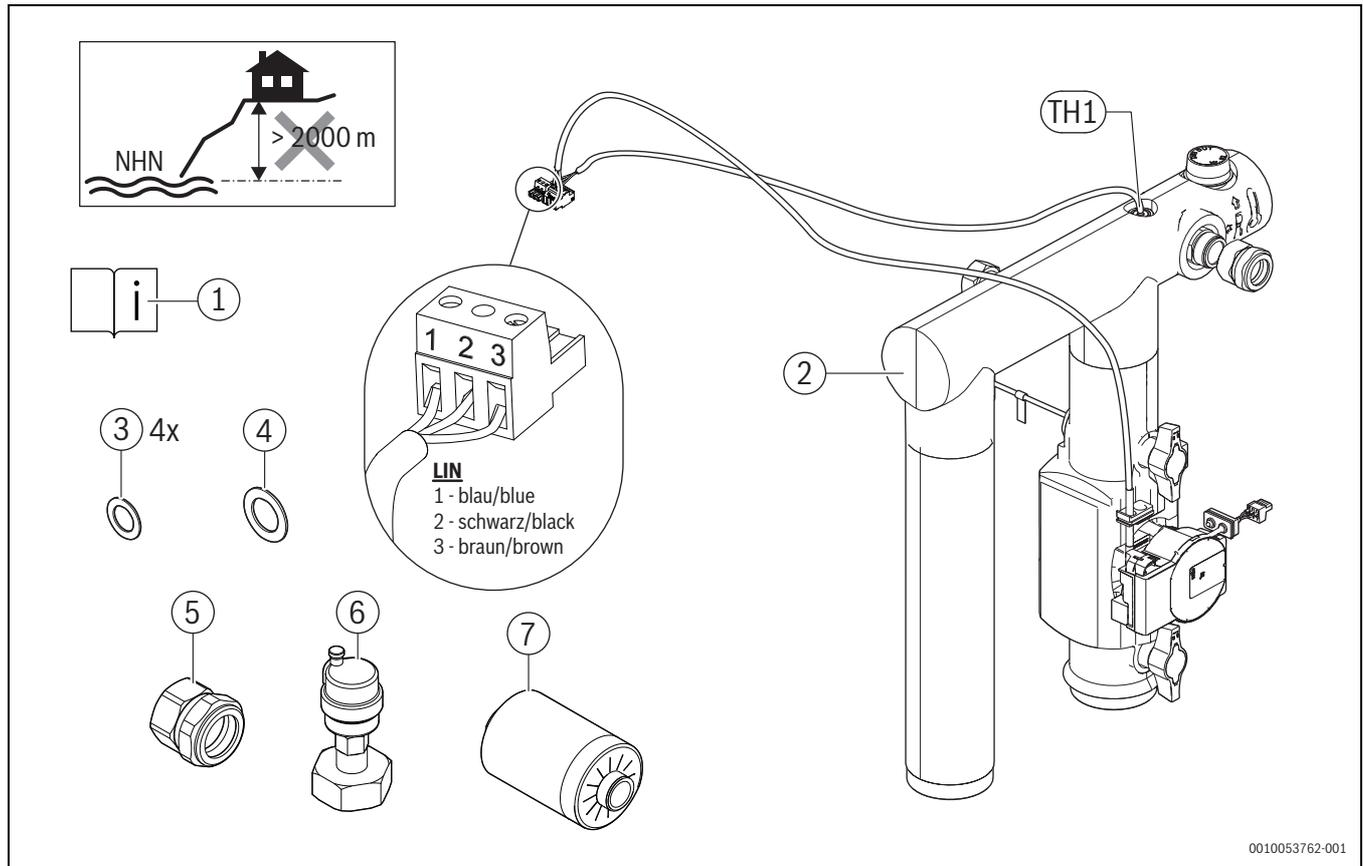

Bild 1 Lieferumfang HF-Set HYC40
- Rohrgruppe HF-Set HYC40 (→Bild 1).